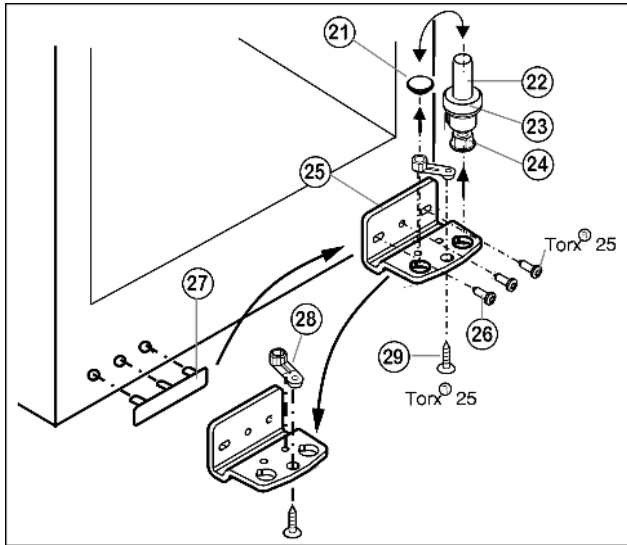

Fig. 5
- ▶ Retirer le pivot Fig. 5 (22) complètement avec le disque Fig. 5 (23) et le pied réglable Fig. 5 (24) par le haut.
- ▶ Enlever le bouchon Fig. 5 (21).
- ▶ Dévisser Fig. 5 (25) le support d'appui Fig. 5 (26).
- ▶ Dévisser l'élément pivotant Fig. 5 (28) et le permuter dans le trou opposé du support d'appui.
- ▶ Soulever le cache côté poignée Fig. 5 (27) avec précaution et le positionner sur le côté opposé.
- ▶ Revisser à fond le support d'appui Fig. 5 (25) sur le nouveau côté charnière en utilisant une visseuse sans fil si nécessaire, avec un couple de serrage de 4 Nm.
- ▶ Remplacer le bouchon Fig. 5 (21) dans l'autre trou.
- ▶ Remplacer complètement le pivot Fig. 5 (22) avec le disque et le pied réglable. Faire attention à ce que les ergots d'encliquetage soient tournés vers l'arrière.
- ▶ Placer la porte par le haut sur le pivot inférieur Fig. 5 (22).
- ▶ Aligner éventuellement la porte par rapport aux deux trous oblongs du support d'appui inférieur Fig. 5 (25) pour qu'elle affleure avec l'habillage de l'appareil. Pour cela, dévisser la vis centrale.